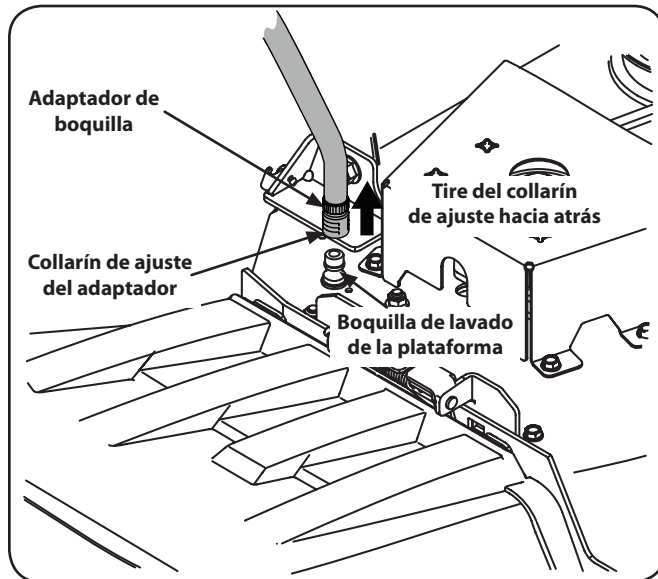

Figura 6-3
3. Tire hacia atrás el collarín de ajuste del adaptador del pico y empuje el adaptador hacia uno de los picos de lavado de plataforma de cualquiera de los dos extremos de la plataforma de corte. Suelte el collarín de ajuste para trabar el adaptador en el pico. Vea la Figura 6-3.